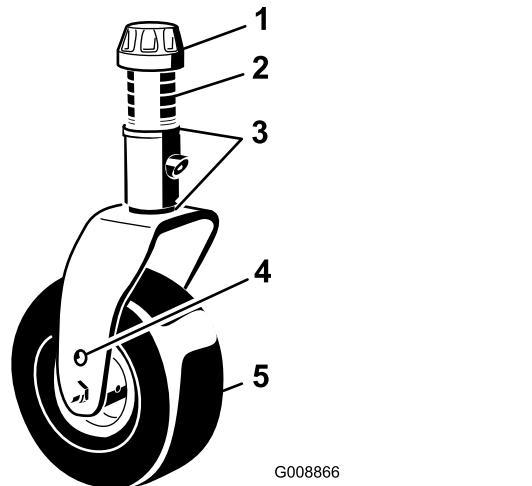

Bild 6
2. Stecken Sie die Laufradachsen in beiden Laufradgabeln in die gleichen Löcher. Ermitteln Sie die richtigen Löcher für die Einstellung mit Bild 6.
3. Entfernen Sie die Spannkappe von der Spindelwelle (Bild 6) und ziehen die Spindel aus dem Laufradarm heraus. Ziehen Sie zwei Beilagscheiben (3 mm) so auf die Spindelwelle, wie sie ursprünglich montiert waren. Diese Beilagscheiben sind erforderlich, um alle Mähwerke über die Breite auf ein Niveau zu bringen. Schieben Sie die entsprechende Anzahl von Distanzstücken (13 mm) auf die Spindelwelle, um die gewünschte Schnitthöhe herbeizuführen; schieben Sie dann die Scheibe auf die Welle.